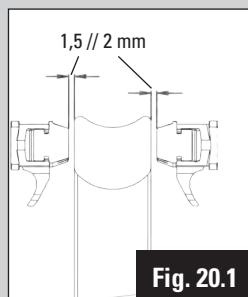

Fig. 20.1
1. Ajuste de los portapastillas (llave Allen de 3 mm, fig. 20.1): rotación horaria: la pastilla se aleja de la llanta // **rotación antihoraria**: la pastilla se acerca a la llanta